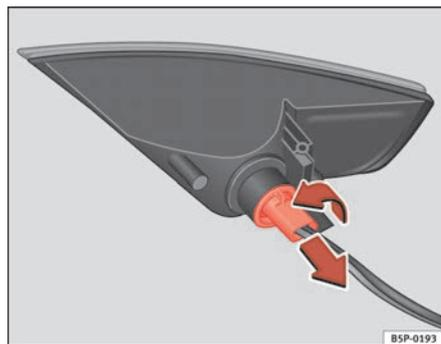

Fig. 195 Pilote une fois retiré du pare-chocs
- Tournez le porte-lampes vers la gauche puis retirez-le dans le sens de la flèche ⇒ fig. 195.